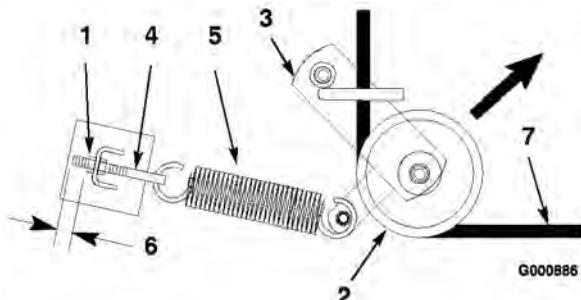
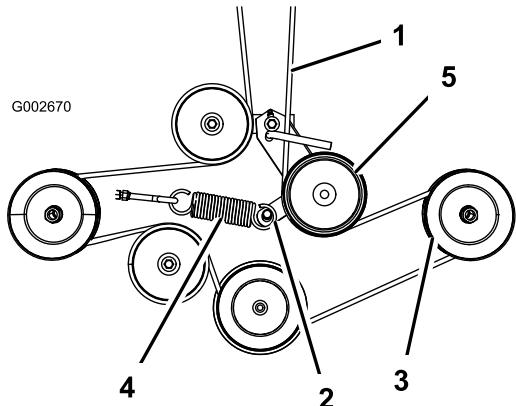

Bild 52
Bild 53
4. Ziehen Sie die Spannscheibe in die in Bild 52 angegebene Richtung und rollen den Riemen von den Scheiben ab.
5. Verlegen Sie den neuen Riemen um den Spannarm und um die Spannscheibe (Bild 52).
6. Ziehen Sie die Spannscheibe in die in Bild 52 angegebene Richtung und verlegen den Riemen um die anderen Scheiben (Bild 53).
Hinweis: Prüfen Sie, ob die Länge des freien Gewindes an der Feder-Augenschraube 3 mm beträgt (Bild 52).